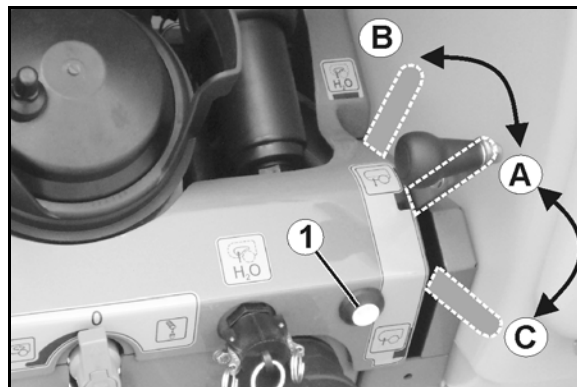

Fig. 86
- Fjernbetjent skift fra positionen Sprøjtning (Fig. 86/A) til positionen Skylning (Fig. 86/B).
Omstilling fra position fyldning (Fig. 86/C) til position sprøjtning (Fig. 86/A) via betjeningsterminal eller på betjeningsfeltet (Fig. 86/1)